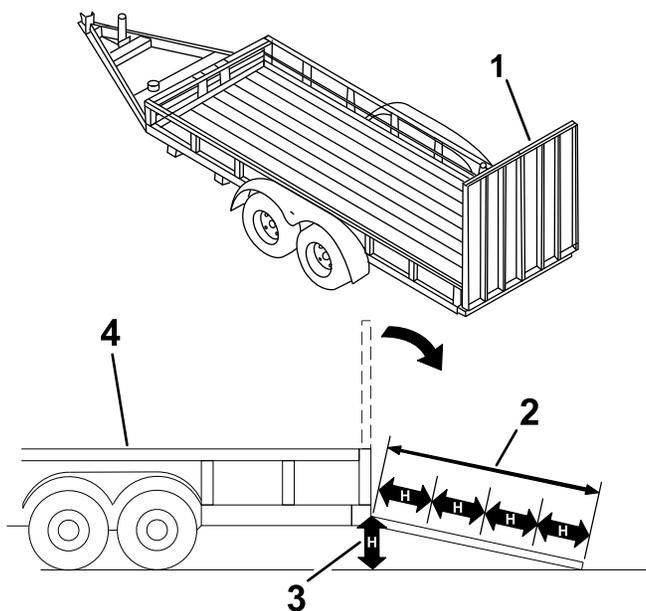

Рисунок 25
При погрузке машины на прицеп или грузовик повышается вероятность опрокидывания, что может привести к получению тяжелой травмы или гибели (Рисунок 25).
3. Опустите наклонный въезд (Рисунок 25).